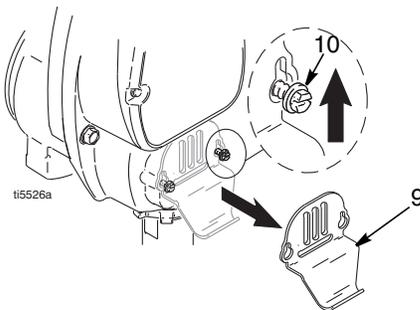

FIG. 14
4. FIG. 14. Desserrer les deux vis (10) et enlever le crochet d'accrochage du seau (9).